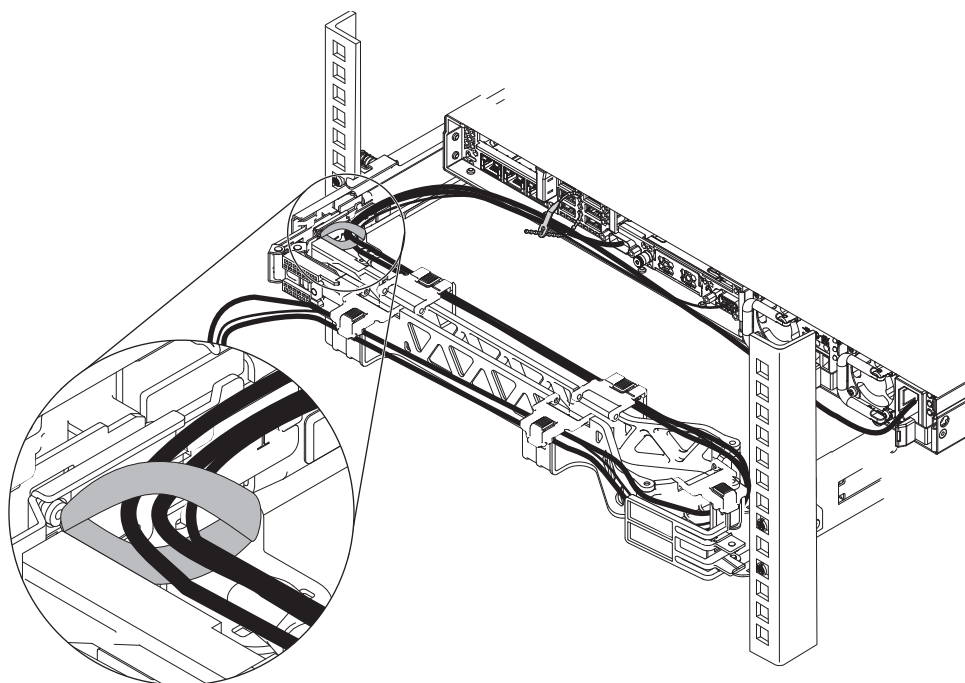

図 8. 面ファスナー・バンドの切り離し
3. 図 8 に示すように、面ファスナー・バンドを切り離します。